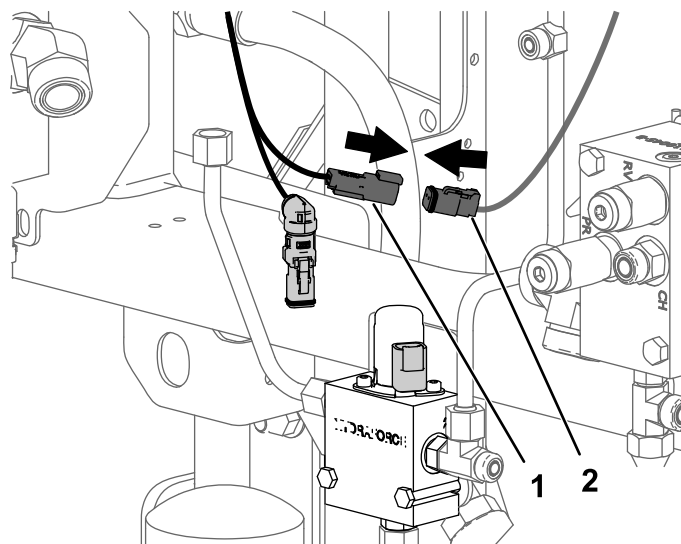

Figure 30
11. Branchez le connecteur que vous venez de débrancher à la douille libre sur le nouveau faisceau (Figure 30).